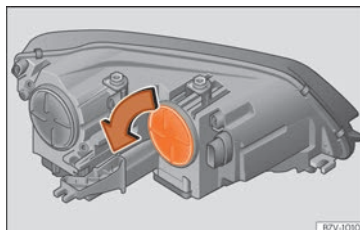

Fig. 109 En el vano motor: cubierta del intermitente.
2.	Gire la cubierta » fig. 109 en el sentido de la flecha y extraícala.
7.	Gire la cubierta » fig. 109 hasta el tope en sentido contrario al de la flecha.